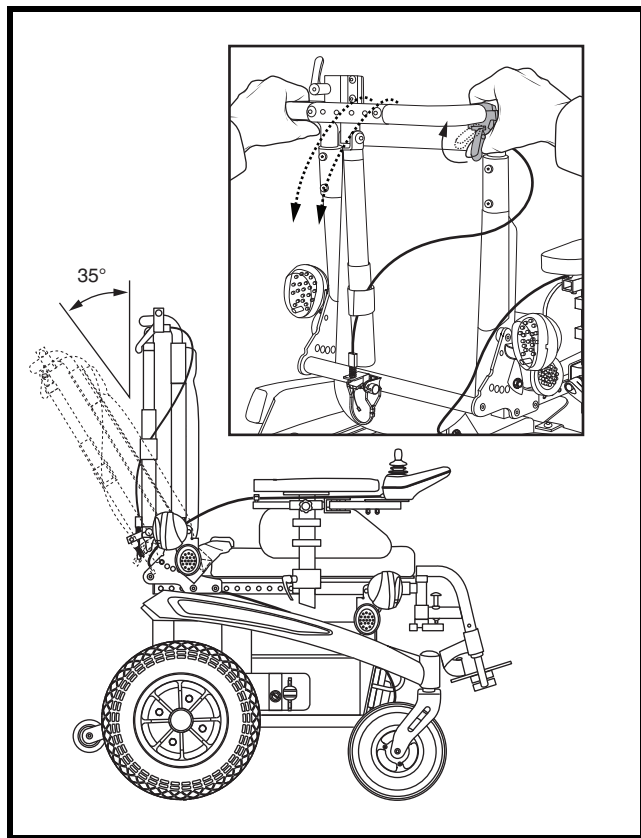

Figura 7. Regolazione manuale del reclino dello schienale
1. Premere la leva di sblocco dello schienale. Vedere figura 7.